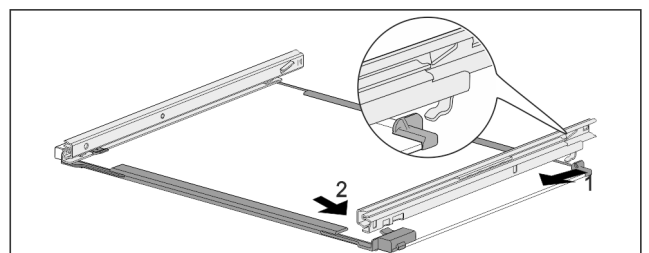

Fig. 66 Стеклянная пластина с направляющими
- ▶ Зацепите направляющую сзади. Fig. 66 (1)
- ▶ Защелкните направляющую спереди. Fig. 66 (2)